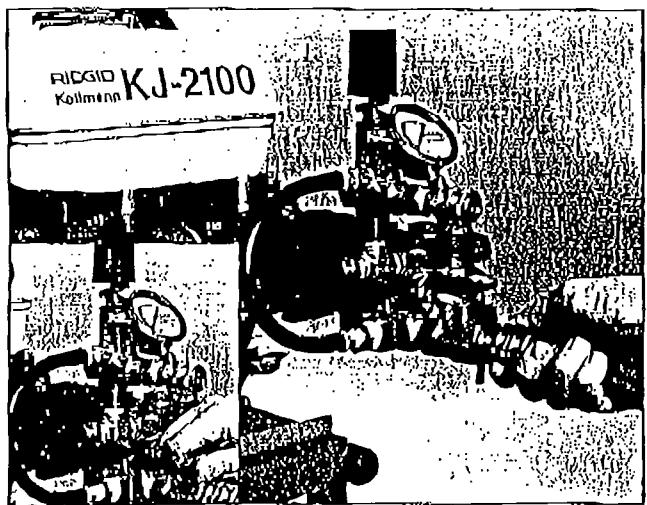

図 1
- 4、給水ホースをジェッター・インレットにつなげて、インレット・バルブを閉めて下さい。その後、水栓を解栓して下さい。(図1)